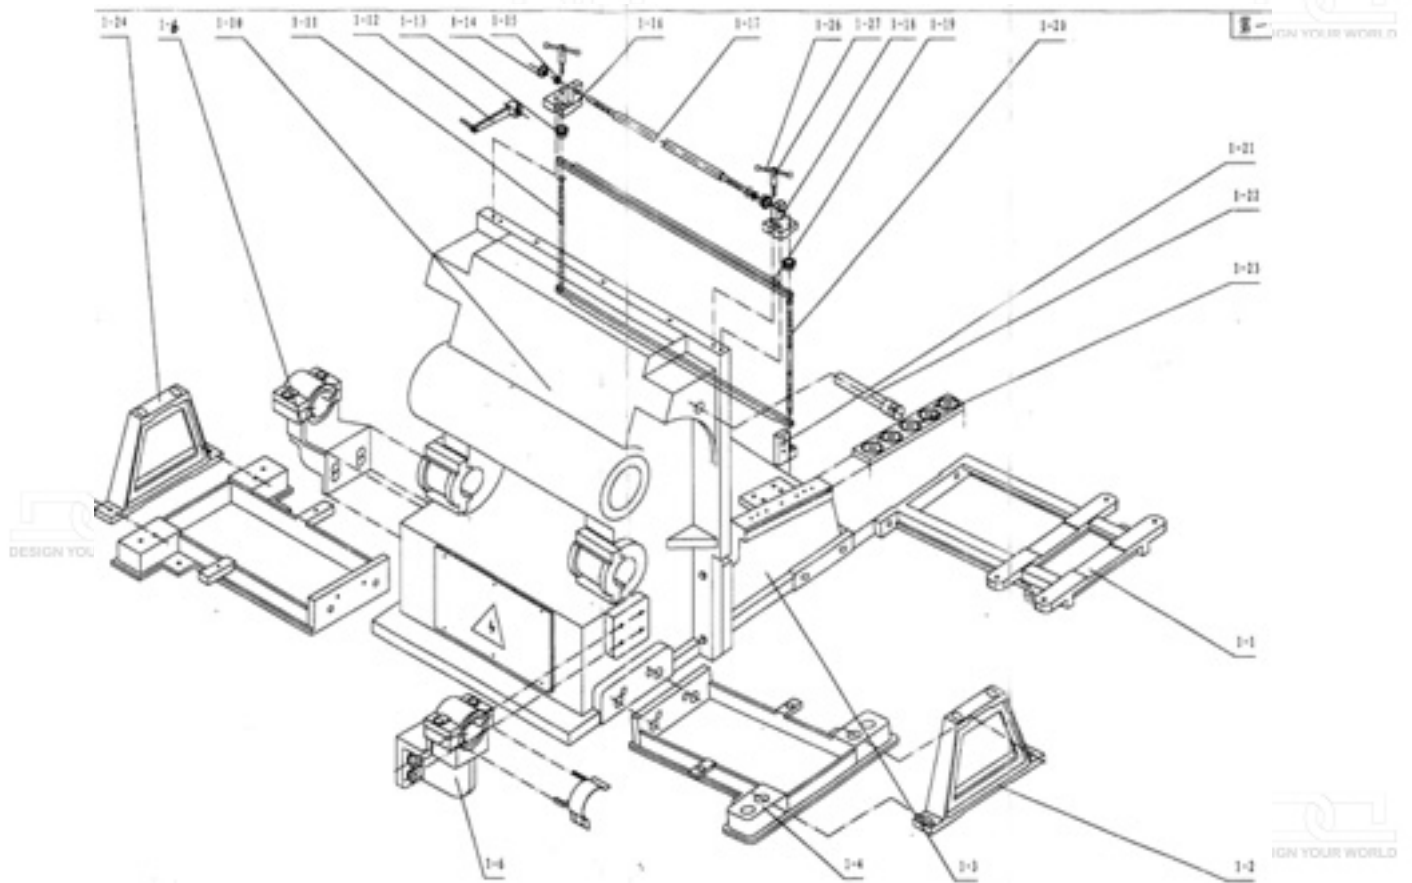

Рис. 7.
3. Регулировка зазора верх-низ осуществляется изменением положения детали поз. 1-24 рис. 7 верх-низ, что приводит к изменению зазора верх-низ.